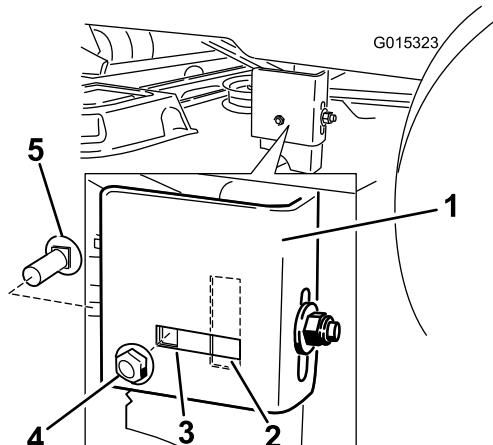

Figura 61
- Mova para o lado esquerdo da máquina. Verifique se os parafusos de carroçaria lateral está na posição fixa ou ranhurada (Figura 61).
- Se o parafuso de carroçaria estiver na posição fixa, remova o parafuso da carroçaria lateral e porca de fixação lateral da posição fixa e instale-a na posição de ajuste ranhurada (Figura 61).